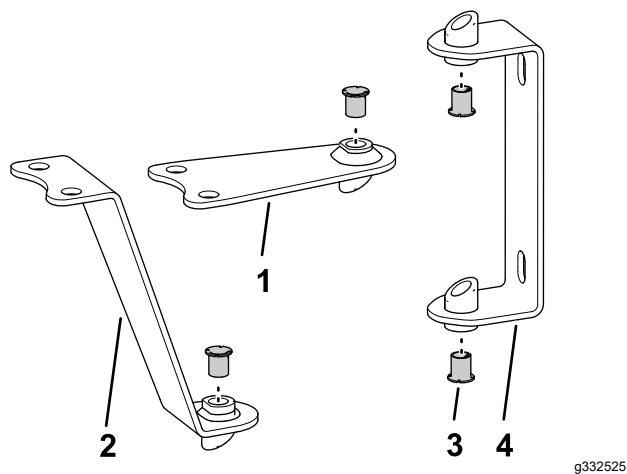
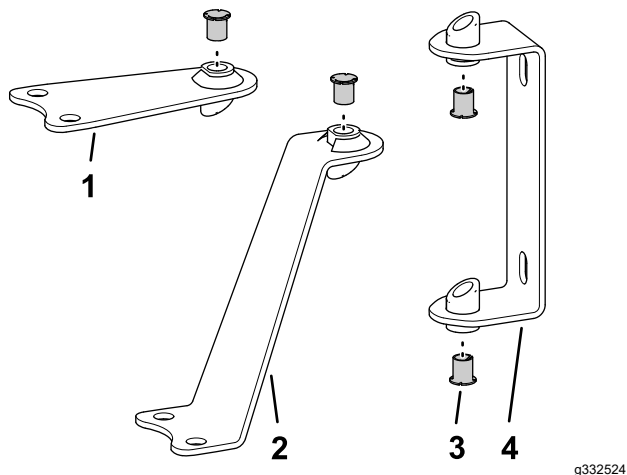

Figura 2
Figura 3
1. Aezai elementele de articulație și bridele așa cum se arată în Figura 2 (pentru un bra fără acoperire) sau Figura 3 (pentru un bra cu acoperire).
- Introduceți bucele în orificiile tuburilor sudate din elementele de articulație și bride așa cum se arată în Figura 2 sau Figura 3.